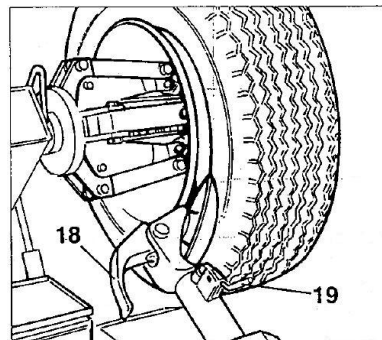

Рис. 19
- 7) Используя нижний рычаг управления (15, рис. 12), сложите держатель в нерабочее положение, переместите и зафиксируйте его в этом положении (рис. 19).